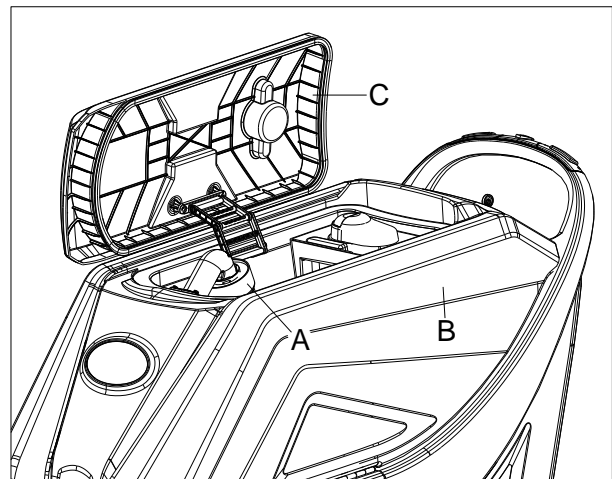
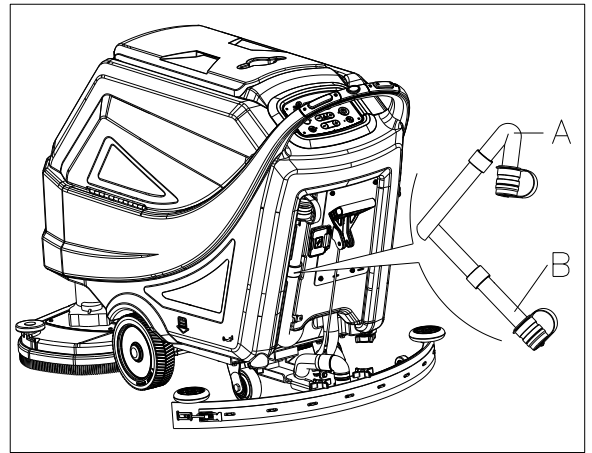

Abbildung 16
Abbildung 17
Eine automatische Schwimmerabschaltung (B, Abbildung 16) blockiert das Vakuumsystem, wenn der Schmutzwassertank (C) voll ist. Die Deaktivierung des Vakuumsystems wird durch einen plötzlichen Anstieg der Geräuschfrequenz des Vakuumsystemmotors signalisiert, selbst wenn der Boden noch nicht getrocknet wurde.
Wenn das Vakuumsystem versehentlich abgeschaltet wird (z.B., wenn der Schwimmer wegen einer plötzlichen Bewegung der Maschine aktiviert wird), gehen Sie zur Wiederaufnahme des Betriebs wie folgt vor: Schalten Sie das Vakuumsystem durch Drücken des Schalters (50, Abbildung 3) aus, öffnen Sie dann die Abdeckung (A, Abbildung 16) und prüfen Sie, ob der Schwimmer im Inneren des Gitters (B) sich auf Wasserhöhe befindet. Dann schließen Sie die Abdeckung (C) und schalten Sie das Vakuumsystem durch Drücken des Schalters (50, Abb. 3).
Wenn der Schmutzwassertank (B, Abbildung 16) voll ist, entleeren Sie diesen nach dem folgenden Verfahren.
5. Entleeren Sie den Schmutzwassertank mit dem Schlauch (A, Abbildung 17). Spülen Sie dann den Tank (B, Abb. 16) mit sauberem Wasser aus.
Wenn Sie das Schmutzwasser entleeren muss die Vakuumröhre für den Abfall zusammengeklappt werden (A, Abb. 17) und in eine niedrigere Position (B, Abb. 17) abgesenkt werden. Öffnen Sie dann den Deckel der Vakuumröhre für den Abfall, um das Wasser abzulassen. Richten Sie den Abfluss des Vakuumrohrs nicht nach oben, um das Wasser vertikal abtropfen zu lassen. Dies vermeidet, dass Schmutzwasser auf den Maschinenbediener geschüttet wird.